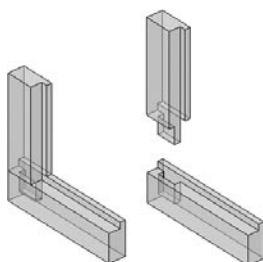

Figure 8.14
- » **Le raccord d'une feuillure** (fig. 8.14), un arasement est plus en avant que l'autre, il est dit en « **avancement d'arasement** ».